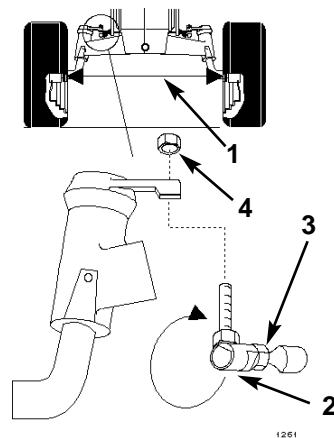

Figure 32
Maintenir le pincement des roues avant spécifié. En cas d'usure irrégulière des pneus, de scalpage du gazon ou de difficulté à tourner le volant, un réglage peut s'avérer nécessaire. Contrôler le pincement des roues toutes les 100 heures de fonctionnement ou une fois par an, selon ce qui se présente en premier (Fig. 32).
3. Mesurer entre les jantes des roues avant et arrière, au niveau de l'axe (Fig. 32).
2. Déposer la rotule d'un levier de direction (Fig. 32).
4. Tenir les pans de la rotule pour les aligner avec les pans de la barre d'accouplement et serrer le contre-écrou (Fig. 32).
3. Nettoyer la surface autour du réservoir (Fig. 32), pour distinguer clairement le niveau de liquide et pour éviter de faire tomber de la poussière dans le réservoir si l'on rectifie le niveau.
4. Quand la boîte pont est froide, rectifier le niveau jusqu'à la marque "Full cold" sur le réservoir (Fig. 32).